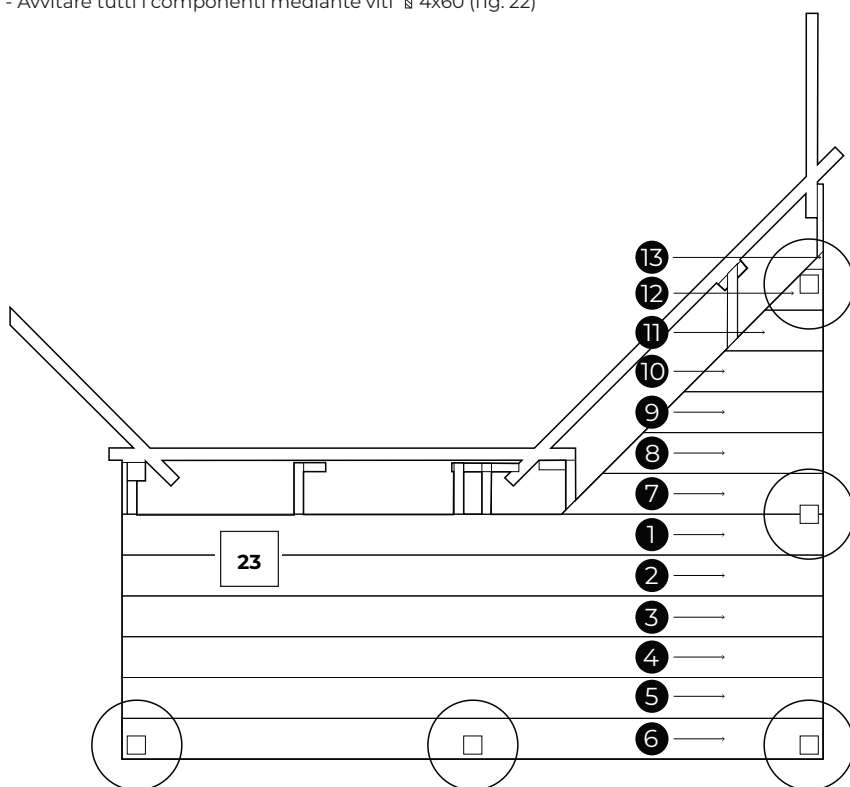

Fig. 20
- Disporre il pavimento nell'ordine della sequenza (fig. 20)
- Eseguire dei tagli nelle tavole contrassegnate per adattarle correttamente (fig. 20 e fig. 21)